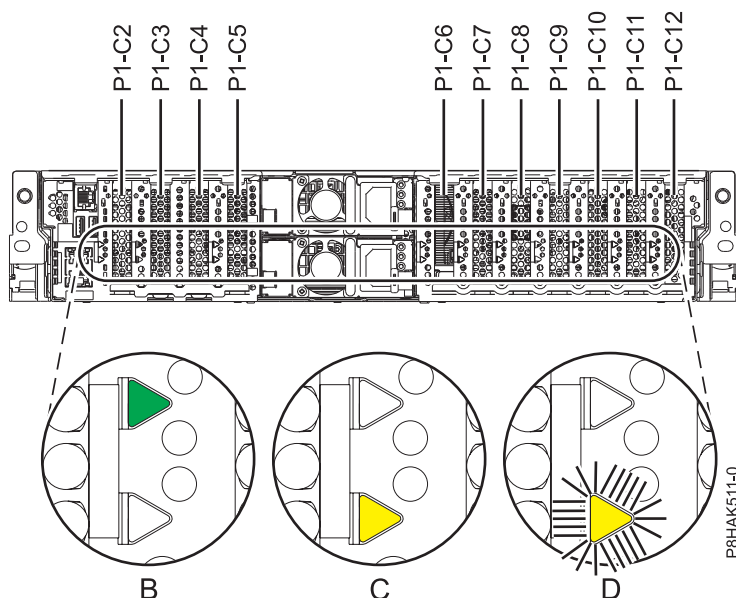

Figura 18. Localizações de ranhuras de adaptadores PCIe e localizações de LEDs no sistema 5148-21L, 5148-22L, 8247-21L, 8247-22L, 8284-21A ou 8284-22A
1. Familiarize-se com a localização das ranhuras de adaptador PCIe e indicadores de assistência para o adaptador PCIe no qual pretende prestar assistência. Os adaptadores PCIe estão instalados na parte posterior do sistema. A Figura 18 apresenta as localizações dos adaptadores PCIe num sistema 5148-21L, 5148-22L, 8247-21L, 8247-22L, 8284-21A ou 8284-22A e as localizações dos díodos emissores de luz (LEDs) para o adaptador PCIe.